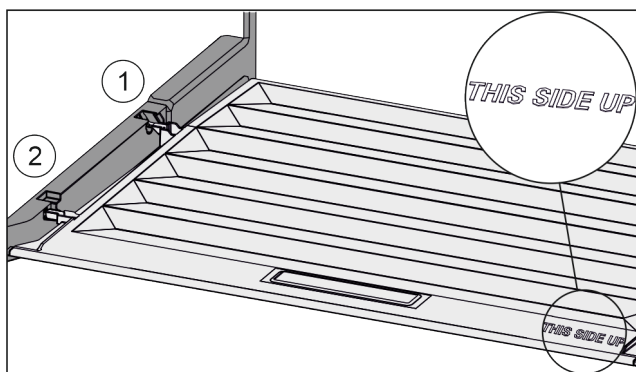

Fig. 102
- ▶ Robova predala vstavite nad odprtino zadnjega držala Fig. 102 (1), spredaj pa ju zataknete v držalo Fig. 102 (2).